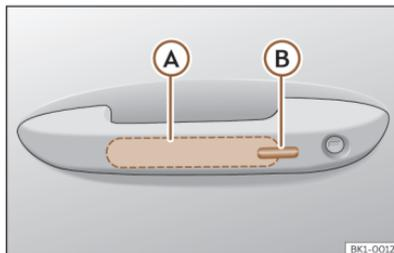

Abb. 69 Türgriff: Sensorflächen.
>>> (Abb. 69)
- Berühren Sie die auf der Außenseite des Türgriffs befindliche Sensorfläche >>> (Abb. 69) . Alle Blinker leuchten einmal auf.
• Berühren Sie innerhalb von 5 Sekunden einmal die auf der Außenseite des Türgriffs befindliche Sensorfläche >>> (Abb. 69) . Ergreifen Sie dabei nicht den Türgriff. Das System Keyless Access ist jetzt vorübergehend deaktiviert.
Um mit der **Komfortfunktion** alle elektrischen Seitenfenster und das Glasdach zu schließen, lassen Sie einen Finger einige Sekunden auf der Sensorfläche für Verriegelung >>> (Abb. 69)  am Türgriff, bis die Seitenfenster und das Dach geschlossen sind.